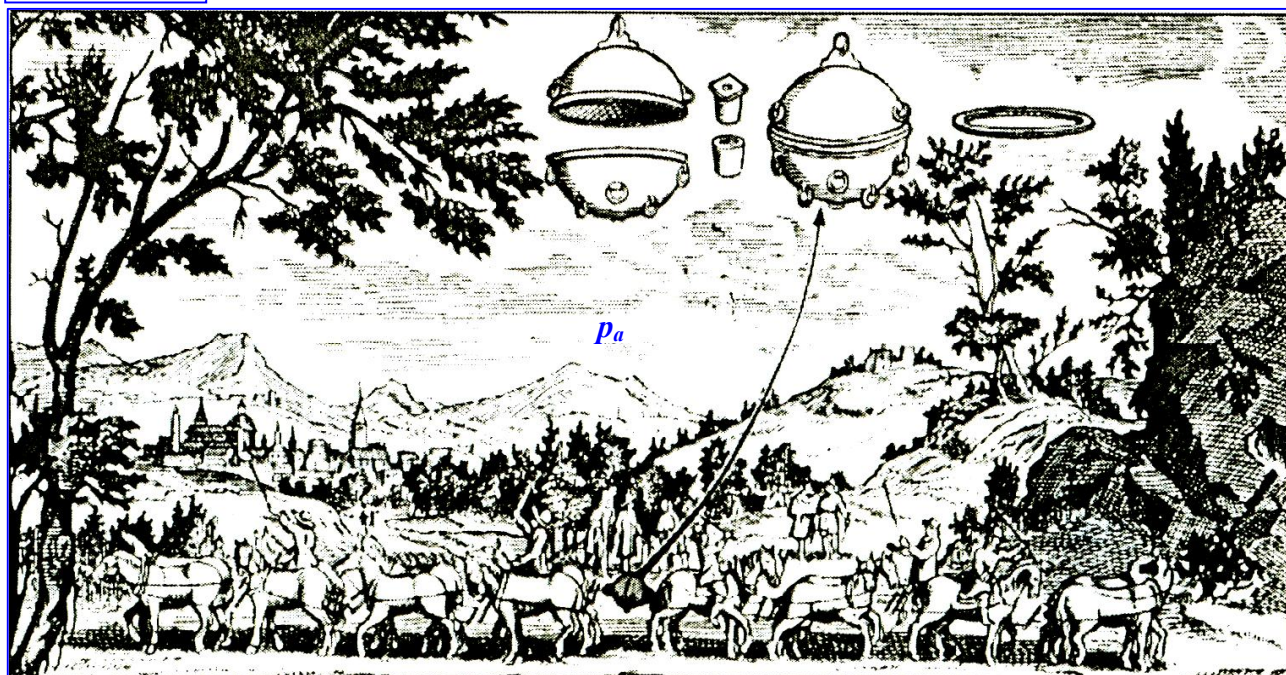

Рис. 58.3. Опыт Отто Герике в г. Магдебурге, доказывающий существование атмосферного давления.
2. В 1654 г. Отто Герике в г. Магдебурге, чтобы доказать существование атмосферного давления, произвел такой опыт. Он выкачал воздух из полости между двумя металлическими полушариями, сложенными вместе. Давление атмосферы так сильно прижало полушария друг к другу, что их не могли разорвать восемь пар лошадей (рис. 58.3). Вычислите силу F , сжимающую полушария, если считать, что она действует на площадь, равную $S=2800 \text{ см}^2$, а атмосферное давление равно $p_a=760 \text{ мм рт. ст.}$